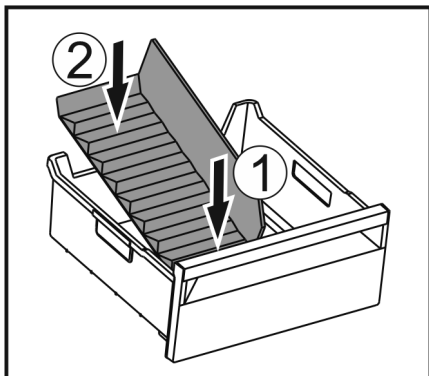

Fig. 103
- Umetnite prednji dio pregrade ladice za led. Fig. 103 (1)
- Spustite stražnji dio pregrade ladice za led do dna ladice. Fig. 103 (2)